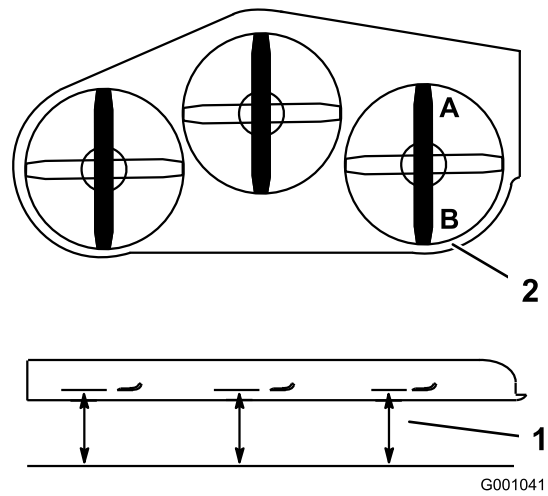

**Figura 85**
- Localice las chapas con forma de U en los laterales de la carcasa del motor (Figura 85).
- Afloje la chapa en un lado y ajústela hacia arriba o hacia abajo hasta que la diferencia entre las medidas **B** y **C** sea de no más de 6 mm (1/4 pulgada) (Figura 85).